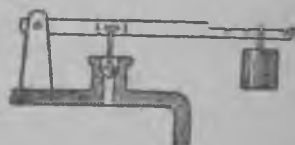

Рис. 149.
1. Рисунок 149 он изобразитту предохранительнойн клапанан лӕби лейккавус. Четаиккуа миттӕне груза пидӕу рипуттуа питӕх олгупӕх, если давления каттилас пидӕу олла 12 ат. Клапанан плошали он 3 см², клапанан и рычаган виӕссон эй гӕе четӕйя. Вај рет миӕрӕтӕ рисунокас.